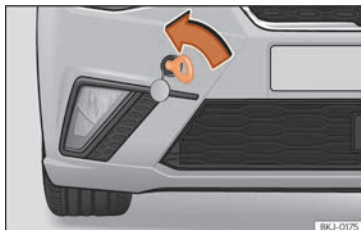

Fig. 46 Parte direita do para-choques dianteiro: argola de reboque enroscada.
- Enrosque a argola de reboque no alojamento girando-a ao máximo **no sentido contrário ao dos ponteiros do relógio** » **Fig. 46** » ⚠. Utilize um objeto adequa-